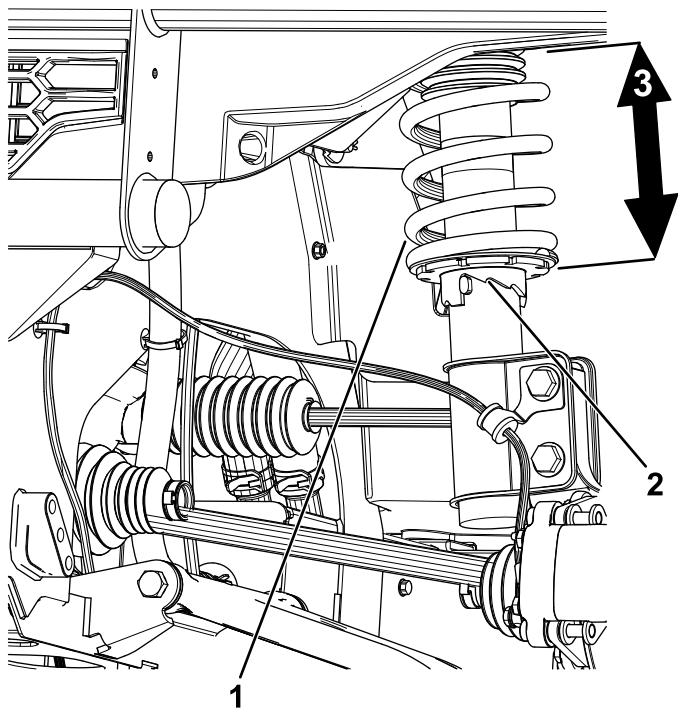

Figure 116
2. Si la garde au sol n'est pas correcte, utilisez la clé de réglage de ressort pour tourner le collet sur l'amortisseur et orienter la roue correctement (Figure 116).